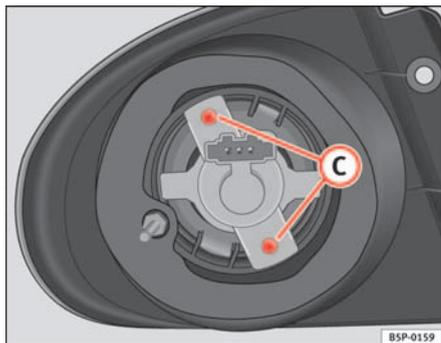

Fig. 183 Indicatore di direzione
- Svitare le viti ⇒ pag. 260, fig. 183 **C** dei portalampe e tirare.
- Rimuovere le viti ⇒ fig. 183 C dei portalampane e tirare.